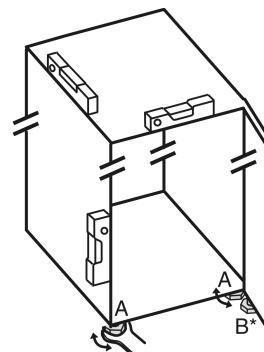

Fig. 35
- Zhvidhosni këmbëzat me rregullim Fig. 35 (A) me çelës fiso dhe me ndihmën e një niveli me ujë, derisa pajisja të jetë niveluar mirë.
- Zhvidhosni këmbëzat me rregullim Fig. 35 (B) në bazamentin mbështetës me çelësat fiso të përfshirë në paketim, derisa të jetë mbështetur mbi dyshe-me.
- ▶ Rrotullojeni këmbën me rregullim Fig. 35 (B) sërish maksimumi 90°, për të parandaluar dëmtimin e derës.